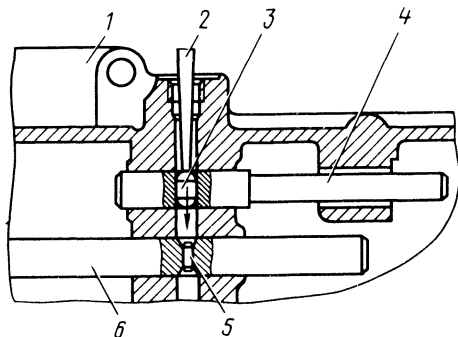

Рис. 108. Установка стопорного плунжера:
- установить оправку 6999-7575 в отверстие для штока включения I и II передач (рис. 108);